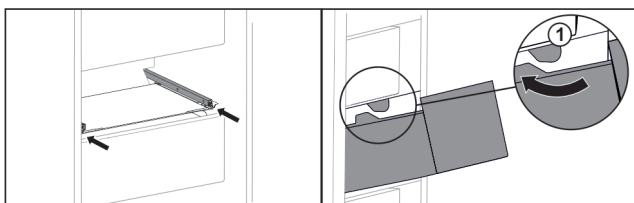

Fig. 100
- ▶ Juhtige sahtel ümber pidurite Fig. 100 (1).